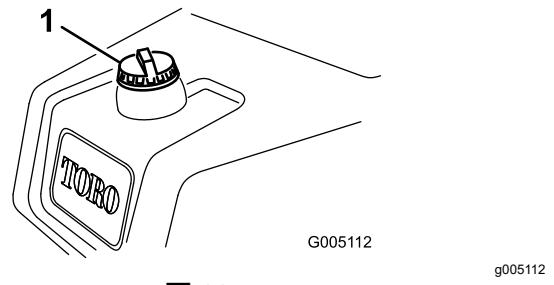

図 22
1. 燃料キャップの周囲をきれいに拭いてキャップを外す**図 22**。